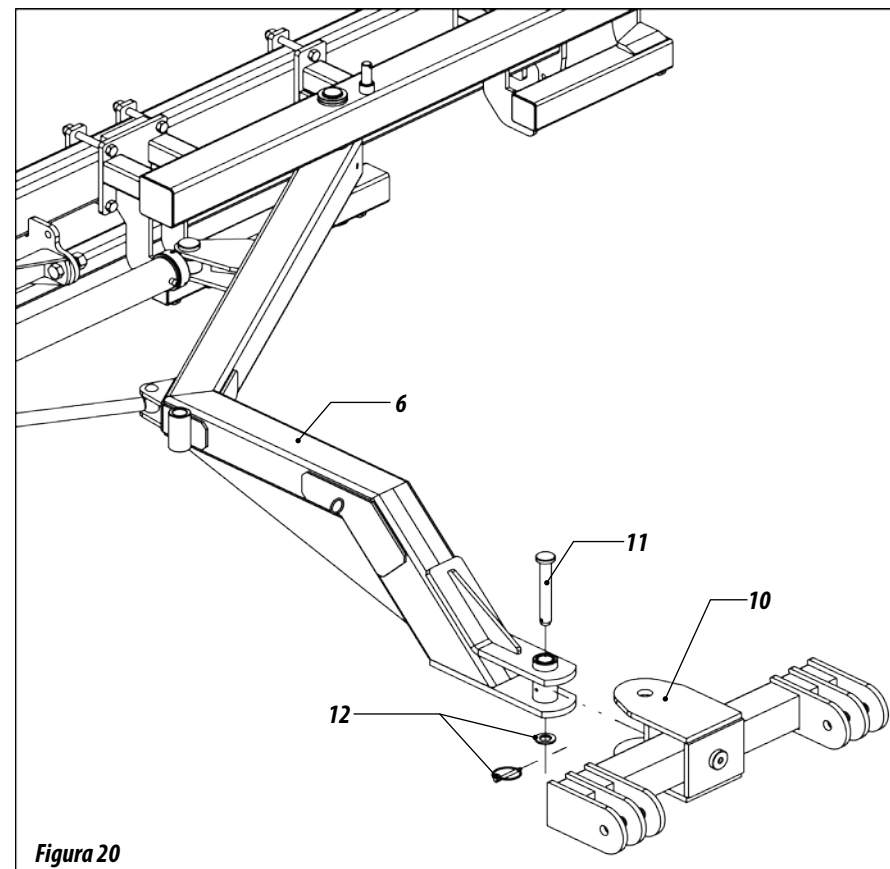

Figura 20
- 34** - Fije el armazón lateral (1) en el armazón frontal (2) a través del perno (3) y tranca (4). FIGURA 20.